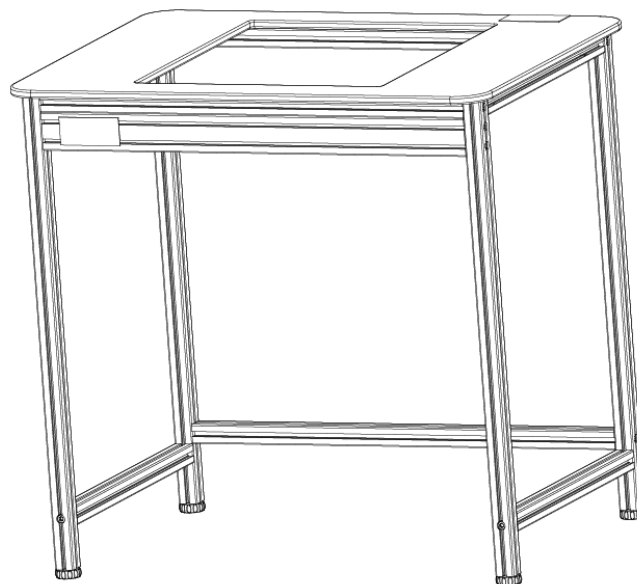

Abb. 9
6. Beide Seiten sollten zueinander parallel ausgerichtet sein und die Schrauben fest angezogen sein. (Abb. 9 zeigt den fertig montierten äußeren Rahmen)